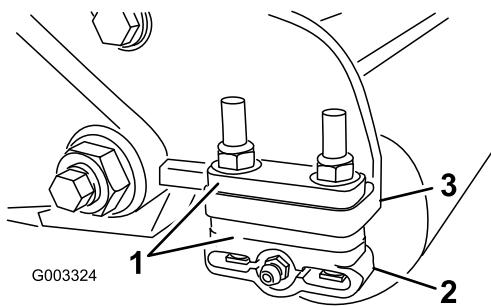

**Figure 9**
3. À une extrémité du cylindre, insérez une bande de papier journal entre le cylindre et la contre-lame (Figure 9). Tout en tournant lentement le cylindre en avant, tournez la vis de réglage de la barre d'appui dans le sens horaire (du même côté du cylindre) (Figure 8), un cran à la fois, jusqu'à ce que le papier soit pincé légèrement lorsque vous l'introduisez par l'avant, parallèle à la contre-lame. Vous devriez sentir une légère résistance lorsque vous tirez sur le papier.
5. Vérifiez ensuite si le cylindre peut saisir le morceau de papier inséré par l'avant et le couper lorsqu'il est inséré perpendiculairement à la contre-lame (Figure 9). Normalement, le papier doit être coupé avec un minimum de contact entre la contre-lame et les lames du cylindre. Si vous sentez un frottement ou un contact excessif du cylindre, vous devez alors roder ou rectifier les lames pour obtenir les tranchants nécessaires à une coupe de précision (voir le Manuel d'affûtage pour tondeuses rotatives et à cylindres Toro, Form No. 80-300PT).